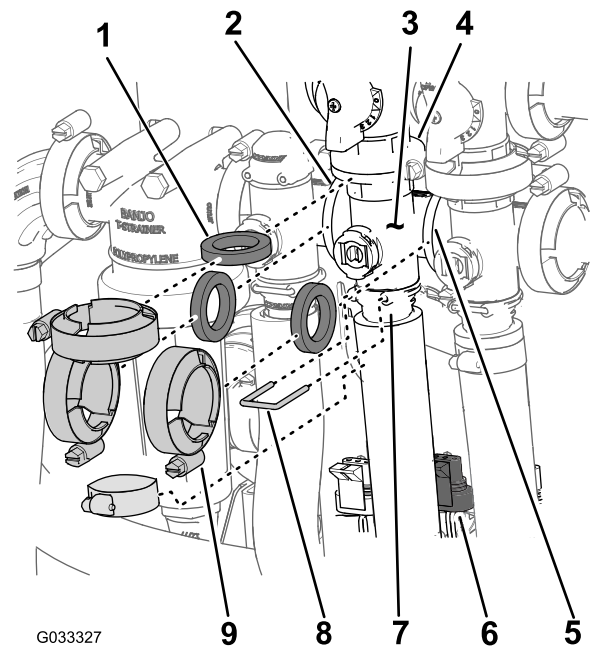

Bild 64
- Entfernen Sie die Klemmen und Dichtungen, mit denen der Verteiler für das Rührwerkventil (Bild 64) am Rührwerksicherheitsventil, Dosierungsregelventil, Hauptabschnittventil und am Adapteranschlussstück (Rührwerkdruckventil) befestigt ist.
- Entfernen Sie den Halter, mit dem das Auslaufanschlusstück am Verteiler für das Rührwerkventil befestigt ist (Bild 64).